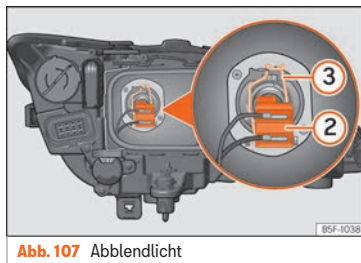

Abb. 107 Abblendlicht
– Ziehen Sie den Stecker » Abb. 107 ② von der Lampe ab.
– Nehmen Sie die Haltefeder » Abb. 107 ③ durch Eindrücken und Rechtsdrehung ab.